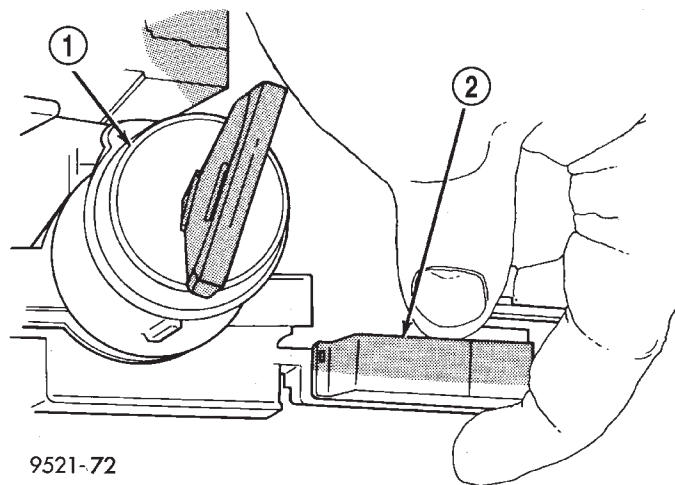

Fig. 276 Cable de interbloqueo en el alojamiento del mecanismo de interbloqueo
(3) Instale el cable de interbloqueo dentro del alojamiento de interbloqueo en la columna de dirección (Fig. 276). Verifique que el cable quede atrapado en el alojamiento y que quede completamente encajado.